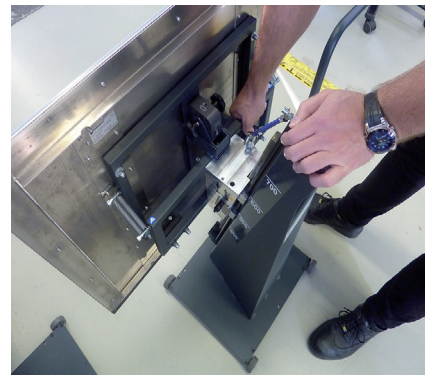

Fig. 8: 人間工学に適した高さの調整
- 縦のロックを上には動かします、つまり右に回します。図 8 を参照。